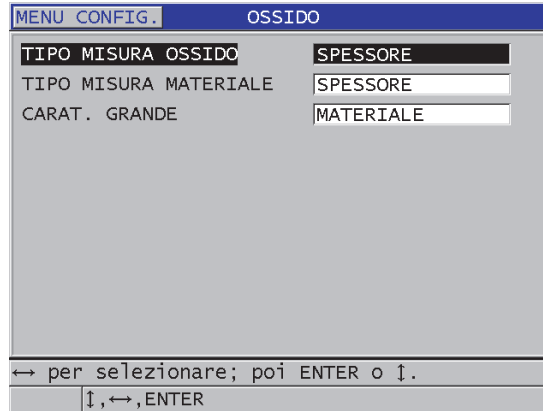

Figura 7-2 La schermata OSSIDO
9. Nella schermata **OSSIDO** (vedi Figura 7-2 a pagina 118):